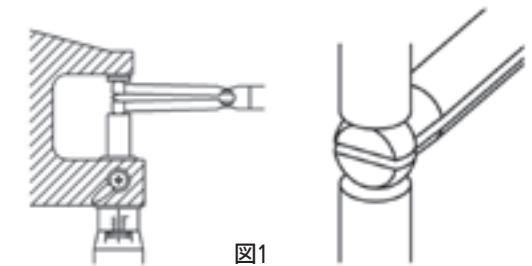

図1
4. 測定開始前には、必ず基点調整を行ってください。外側マイクロメータによる基点調整をする場合、マイクロメータは縦姿勢となるように保持してください。(図1)